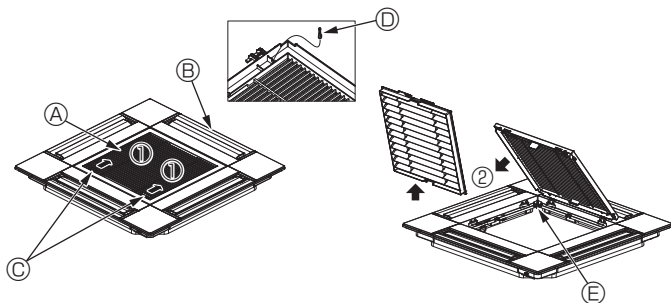
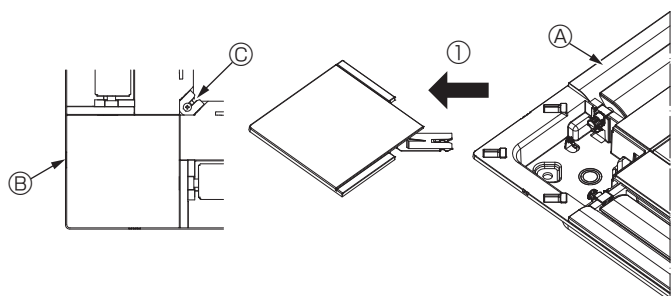

Fig. 5-3
Fig. 5-4
5.2.1. Dépose de la grille d'admission (Fig. 5-3)
- Pour ouvrir la grille d'admission, faites glisser les leviers dans le sens indiqué par la flèche ①.
- Lorsque la grille se trouve en position "ouverte", retirez la charnière de la grille d'admission dans le sens indiqué par la flèche ②.
5.2.2. Dépose du panneau d'angle (Fig. 5-4)
- Retirez la vis au coin du panneau d'angle. Pour retirer le panneau, faites-le glisser dans le sens indiqué par la flèche ①.